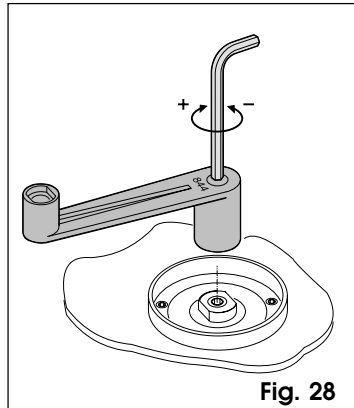

Fig. 28
- Mantengan bloqueado el eje motor mediante la palanca en dotación y regulen el tornillo de regulación como muestra la Fig.28.